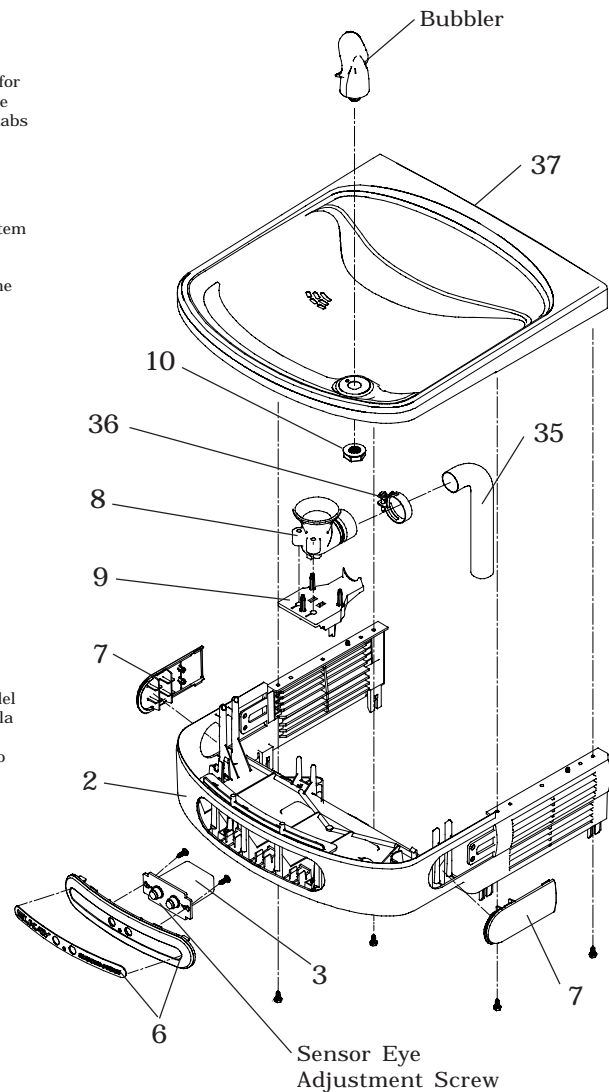

FIG. 3
- Using a small tip screwdriver, locate range adjustment screw through the small hole between the sensor lenses (See Page 1.) Turn this screw clockwise to increase range and counterclockwise to decrease range (See Fig. 3).
- Usando un desatornillador con punta pequeña, gire el tornillo de un lado a otro pequeña agujero entre la ventana de ajuste de límites en el sentido de las manecillas del reloj para aumentar el límite y en sentido contrario de las manecillas del reloj para reducir el límite (Vea Fig. 3).
- A l'aide d'un petit tournevis à pointe, effectuez une rotation de la vis de réglage à travers la petite trou entre voir fenêtre dans le sens des aiguilles d'une montre afin d'augmenter la portée, et dans le sens inverse pour la diminuer. (Voir Fig. 3).